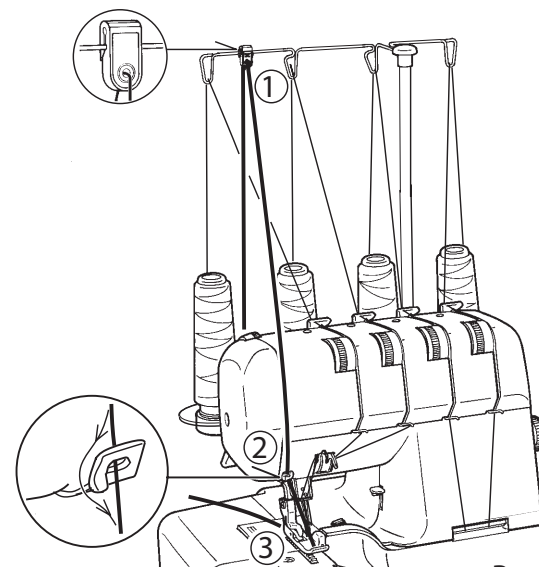

Рис.1
1. Установите направляющую для шнура (каркасной нити), которая есть в наборе принадлежностей, на ось нитенаправителей (Рис.1).
2. Поместите "каркасный" шнур (вязанный крючком шнурок из хлопковой нити, нити для вышивания, шерстяная нить или резинка) позади катушкодержателей. Протяните шнур через направляющие для шнура (1) и (2), а потом через нитенаправитель левой иглы (3) (Рис.1).